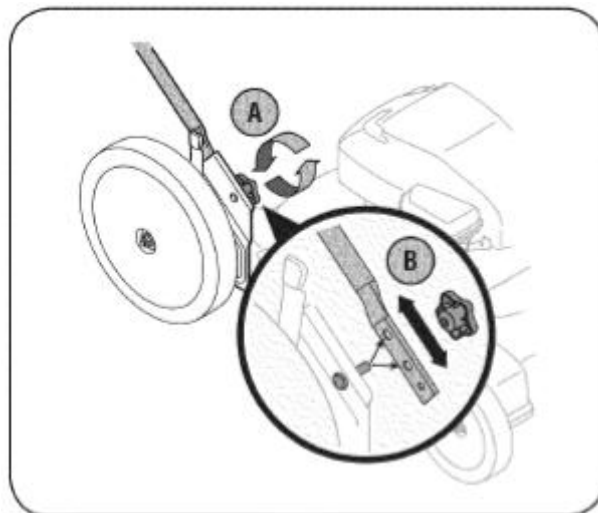

РИС. 3
2. В том случае, если вас устраивает высота рукоятки, затяните звездообразные ручки на концах нижней рукоятки, как показано на Рис. 3. В целях удобства эксплуатации можно отрегулировать высоту рукоятки, выполнив нижеописанные операции.
- А. Отверните звездообразные ручки, как показано на Рис. 3, и демонтируйте нижнюю рукоятку.